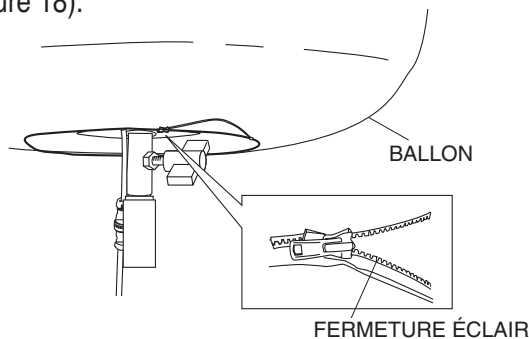

Figure 18. Dézipper le ballon
1. Légèrement dézipper la fermeture éclair au bas du ballon pour avoir accès au commutateur de gradation (Figure 18).